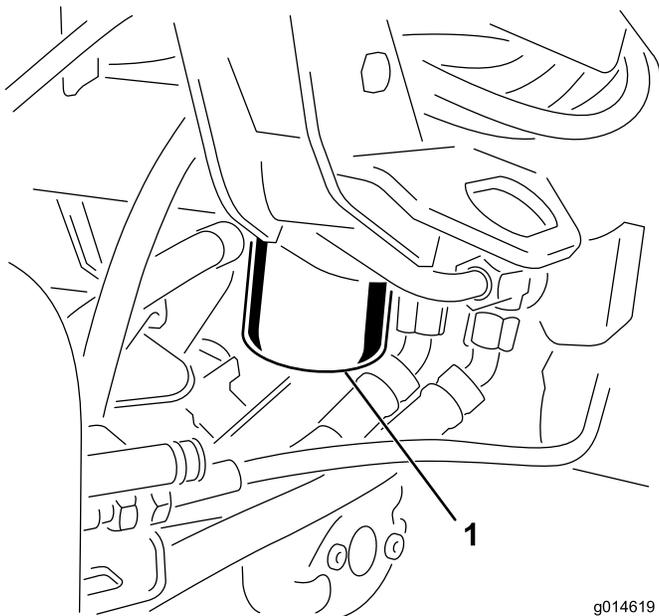

Рисунок 52
1. Очистите область вокруг места крепления фильтра (Рисунок 52). Поместите сливной поддон под фильтр, а затем снимите фильтр.